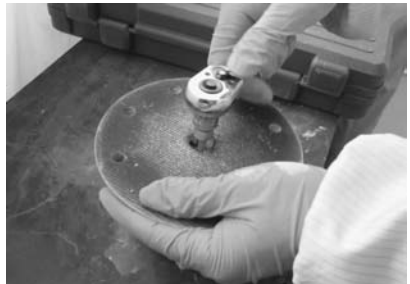

图 8-41 清洁打磨机内部
④如果工作量大,则应及时清空吸尘袋。小心取下吸尘袋,将灰尘清空后重新装上吸尘袋。取下、安装、清空吸尘袋都需要小心操作,避免将吸尘袋弄破。如果工作量不大,建议在粉尘装到 1/3 时清空吸尘袋。
⑤盖上吸尘器盖子,锁住;装上工具箱,锁住;装上适配器。将电源线缠绕好,将吸尘管缠绕好,放置。
①每周工作结束,断开电源、气源,将吸尘器外部清洁干净。
②取下打磨机,用压缩空气吹干净。用内六角螺钉旋具旋下打磨垫,用压缩空气将里面吹干净,如图 8-41 所示。如果里面有积尘,清洁干净。